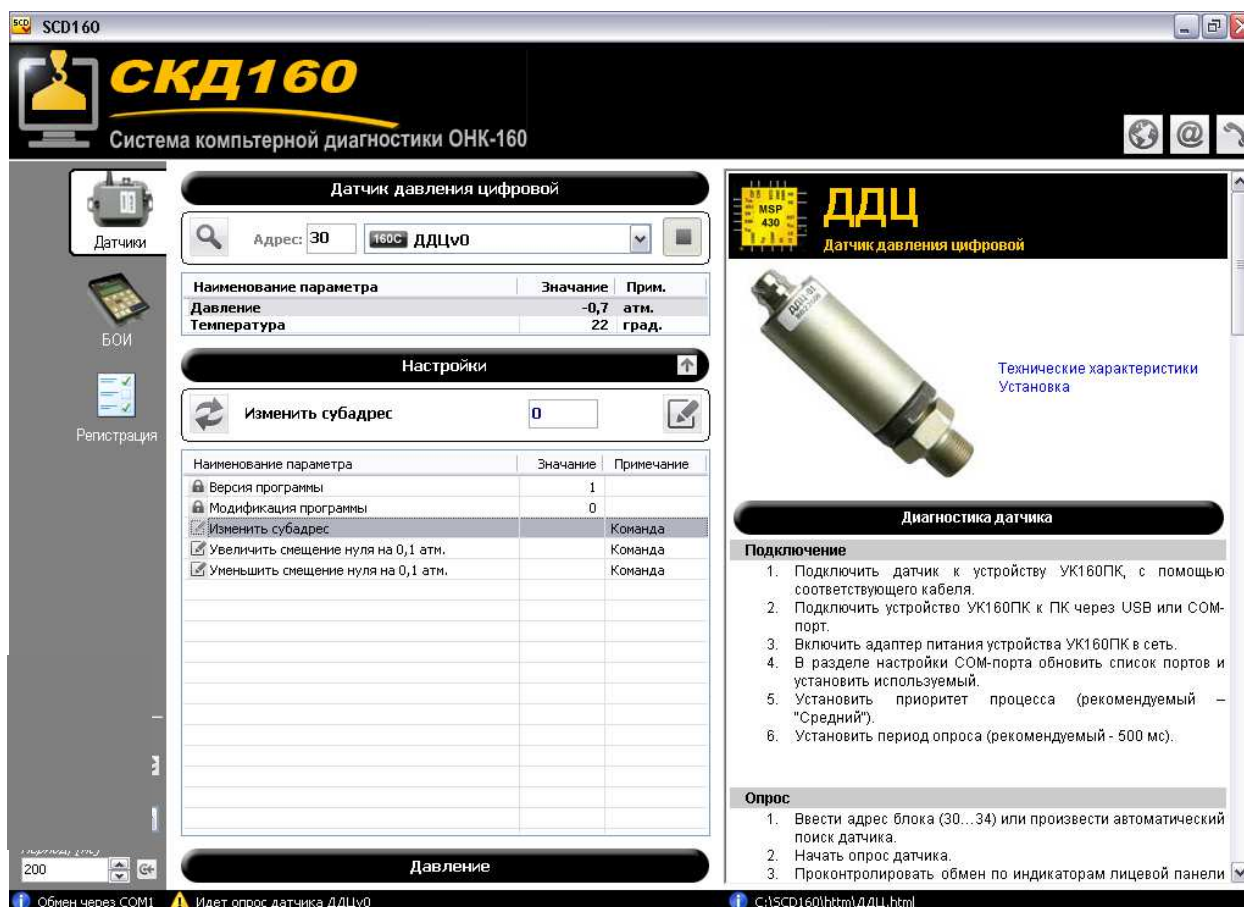

Рисунок 5. Контроль и редактирование настроечных параметров датчика.
Последовательность проведения диагностики для каждого типа датчиков индивидуальна и описана в интерактивной справке, которая выводится в правой части окна программы (Рисунок 4, Рисунок 5) при выборе типа датчика.
– показать панель «Настройки» (Рисунок 5);
10. Показать таблицу «Настройки»  (Рисунок 5).